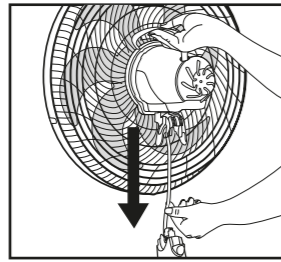

Figura 1
1. Retire o aparelho da caixa, segurando com uma mão o produto pela alça de transporte e com a outra mão segure a base do produto. Após retirar da caixa, continue segurando o produto pela alça de transporte e com a outra mão, com cuidado, empurre o cabo de ligação para baixo de acordo com a figura 1, para não forçar o mesmo que une as duas partes.
2. Introduza o cabo de ligação totalmente na base, como indicada na figura 1. Caso o cabo de ligação esteja torcido, destorça-o cuidadosamente antes de introduzi-lo, mantendo parado o motor e girando a base de apoio.